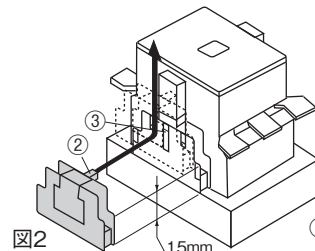

図2
- (2) 補助接点ユニットの突起部②を電磁接触器のガイド穴③に合せ、15mm程度スライドさせて補助接点ユニットを電磁接触器の溝④にはめあわせてください。(図2)